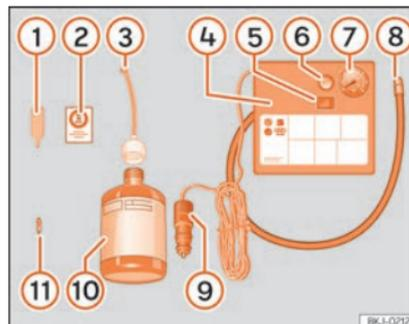

Fig. 104 Représentation standard : contenu du kit anticrevaison.
Le kit anticrevaison se trouve dans le coffre à bagages, sous le revêtement du plancher de chargement. Il inclut les composants suivants » **fig. 104** :
Revissez le tuyau de gonflage » fig. 104 ⑧ et vérifiez la pression de gonflage du pneu sur l'indicateur ⑦.